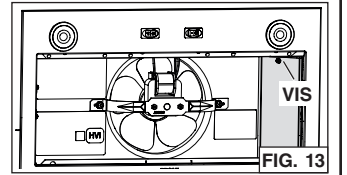

FIG. 13
3. Détacher le couvercle du compartiment électrique (en gris dans la FIG. 13) de l'intérieur de l'appareil en retirant sa vis de retenue. Retirer le sac de pièces de l'arrière du couvercle. Mettre de côté le sac de pièces et le couvercle avec sa vis.